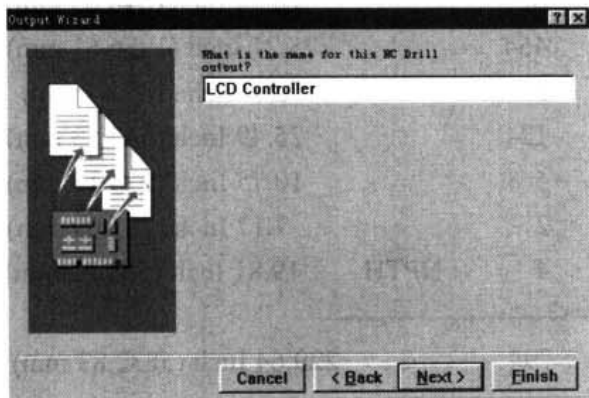

图 18-11 输入 NC 报表名称 LCD Controller
- (5) 单击 Next 按钮，系统弹出如图 18-11 所示的对话框，在对话框中可输入将产生的 NC 钻孔文件名称。